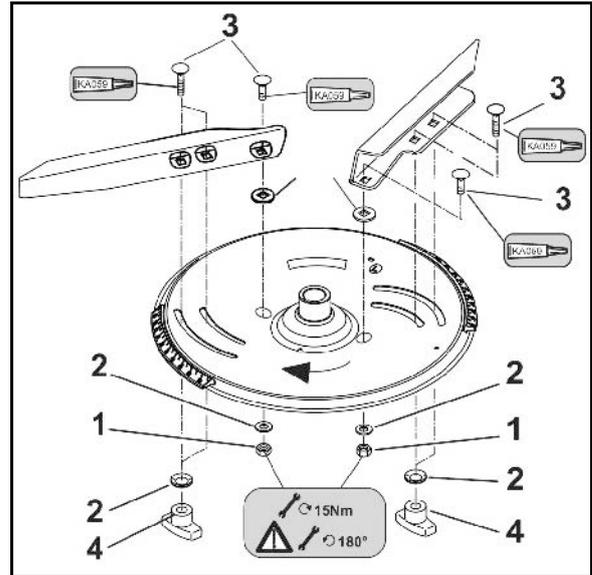

Fig. 50
- 2 x 8 vis des ressorts à lame (Fig. 50/1)